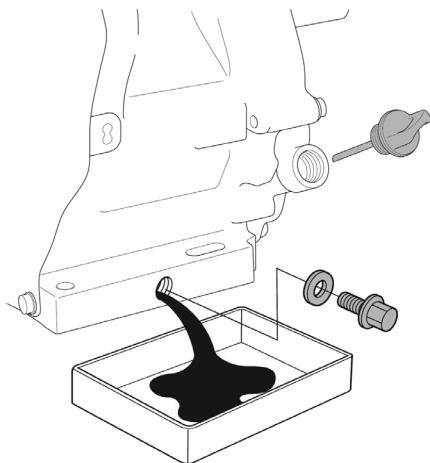

Рис. 17 Замена масла в двигателе
(1) Техническое обслуживание должно осуществляться более часто, при работе в пыльных условиях.
(2) Эти работы должны выполняться только в авторизованном сервисном центре.
- Очистите от загрязнений крышку-щуп и зону вокруг маслозаливной горловины. Извлеките крышку-щуп из маслозаливной горловины (Рис. 17) и протрите щуп чистой ветошью.
- Открутите пробку для слива масла и слейте отработанное масло в подготовленную для этого емкость (Рис. 17).